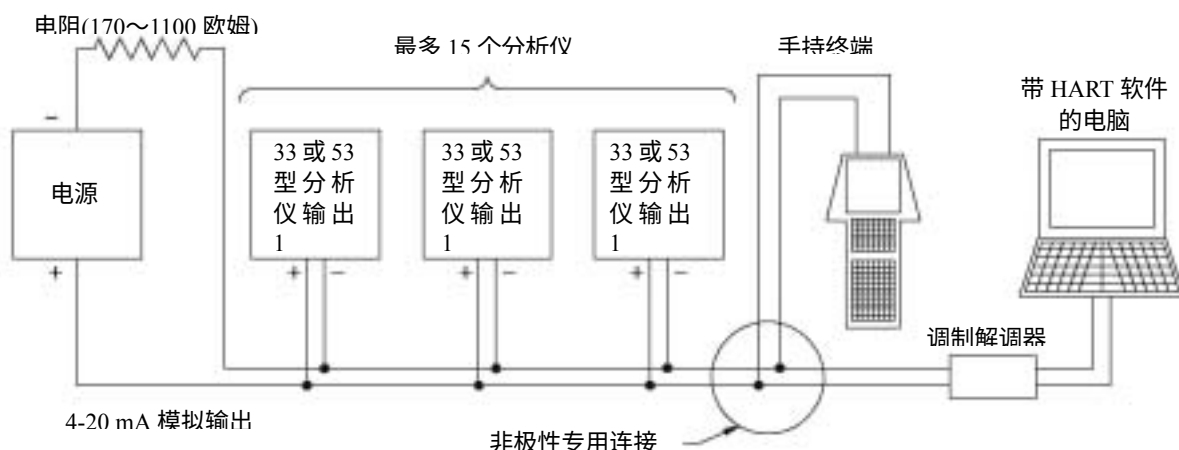

图 3-5 HART 多分析仪布线方法 (用于多分析仪网络)
2. 参考图 3-5，并将每个分析仪（最多 15 个）的 4-20 mA 模拟输出 1 信号以并联的方式连接到一个电缆上，极性如图所示。